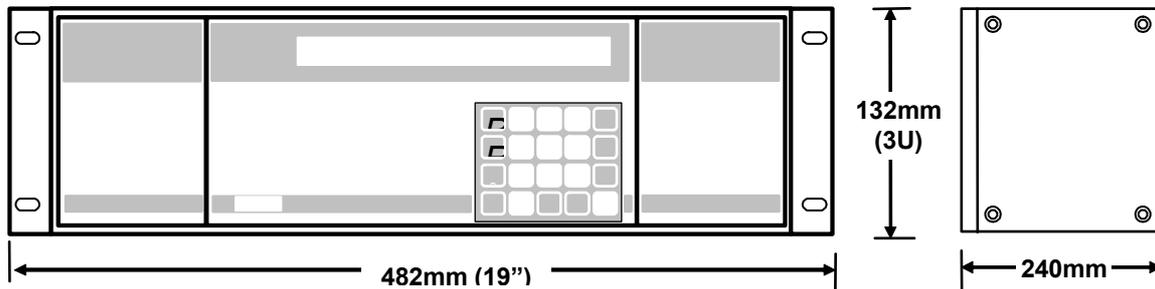

Fig 6 – Dimensions CE700R
La porte **COM2 RS485** est le bornier (fig. 6) à connexion polarisée (1), Il est conseillé d'utiliser des conducteurs dimensionnés (2), il est conseillé d'ancrer le câble à la structure de l'armoire pour éviter aux connexions des effets d'arrachement.